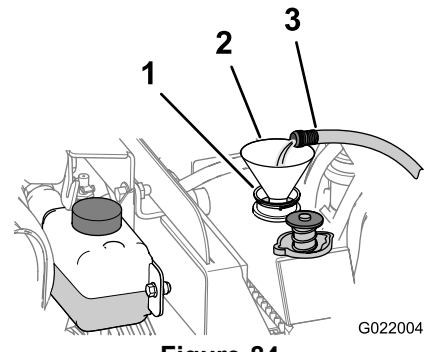

Figure 84
- B. Remplissez le radiateur d'eau propre (Figure 84).